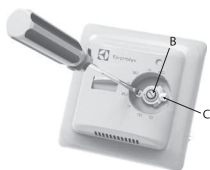

Рисунок 5. Установка максимальной и минимальной температуры
4. Поверните вал регулятора (В) (рис. 5), совместив его направление со значением температуры на панели терморегулятора, в соответствии с текущей температурой помещения.
5. Далее поставьте колесо регулятора температуры (2) так, чтобы штрих на колесе совпал с измеренной температурой помещения (рис. 5). Температура настроена. Во время настройки не вращайте вал (В).